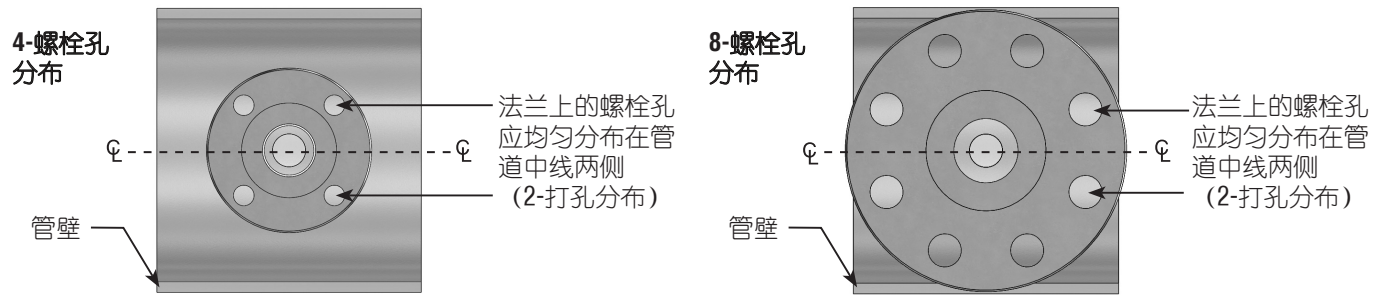

图 4.螺栓孔方向
- 注意按图 4 所示的法兰方向法兰上的螺栓孔必须均匀分布在管道中线两侧（2-打孔分布）。对于 V810 型，轻轻将法兰反面支撑座、垫片和盲板法兰用螺栓固定在一起，然后使用点焊将其固定到位。